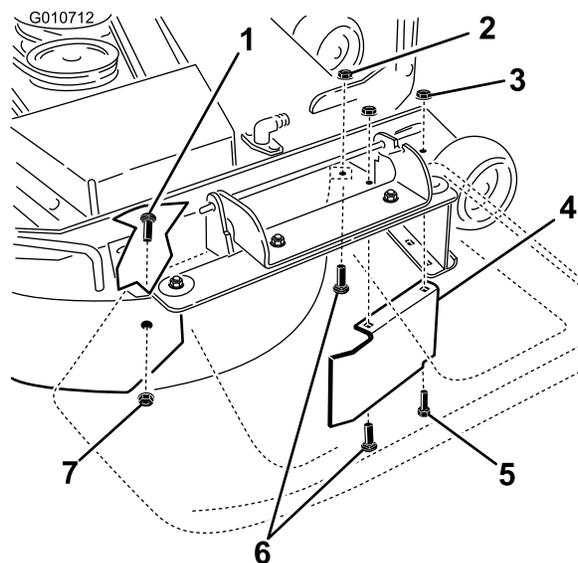

Figure 33
9. Sur la paroi arrière du plateau de coupe, retirez le boulon de carrosserie (5/16 x 3/4") et le contre-écrou (5/16") qui fixent le déflecteur au plateau (Figure 33).
10. Localisez la protection du déflecteur sur le bord avant de l'ouverture d'éjection latérale (Figure 33).
11. Retirez les fixations qui maintiennent la protection du déflecteur et le déflecteur droit sur le plateau de coupe (Figure 33).
14. Placez les fixations retirées précédemment dans les trous avant de la plaque d'éjection et le trou à l'avant du plateau de coupe (Figure 33).